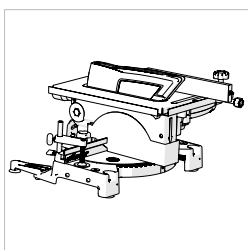

Fig. 18
- Afloje el tornillo de ajuste de la altura de la mesa **(Fig. 18)** y baje la mesa a su posición más baja.